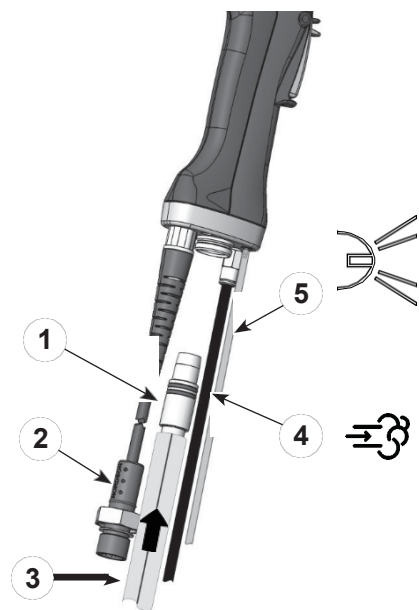
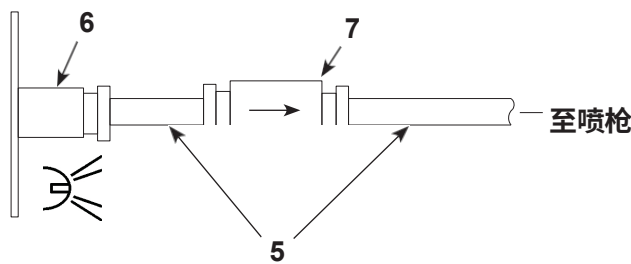

图 3 喷涂 喷枪连接
图 4 流量 控制阀和空气清洗管连接
1. 见图 3。将 6 毫米黑色空气导管 (4) 连接到喷枪手柄。
2. 将 4 毫米透明电极空气清洗管 (5) 连接到喷枪的倒刺接头上处理。
3. 将粉末软管 (3) 连接到软管适配器 (1)，粉末软管 (3) 上的箭头朝下。软管朝向适配器。然后，将软管适配器插入手柄。
- a. 将 6 毫米黑色管道 (4) 连接到清洗空气快速断开接头。
- b. 见图 4。如图所示，将随系统提供的 4 毫米透明管（5）和流量控制阀（7）连接到喷枪控制器上的空气清洗连接器（6）。